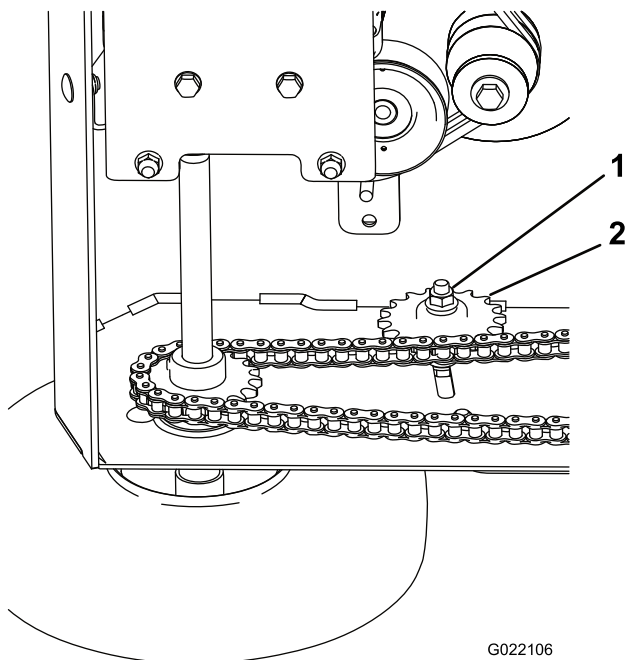

Figura 33
- A. Afloje la tuerca que sujeta el piñón tensor de la cadena (Figura 33).